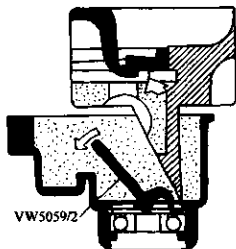

图 3-49 取下挡油圈
- 5) 取下挡油圈, 如图 3-49 所示。必要时可用水泵钳辅助拆卸。